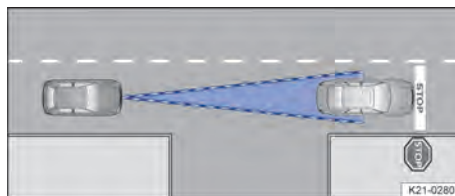

Abb. 121 Stehendes Fahrzeug.
- ◁ Der adaptive Geschwindigkeitsregler reagiert bis etwa 60 km/h (etwa 37 mph) eingeschränkt auf stehende Fahrzeuge, sofern ein stehendes Fahrzeug als solches erkannt wird und das eigene Fahrzeug innerhalb der Systemgrenzen des adaptiven Geschwindigkeitsreglers komfortabel hinter dem stehenden Fahrzeug abgebremst werden kann. Der adaptive Geschwindigkeitsregler führt keine Notbremsung durch → Abb. 121.